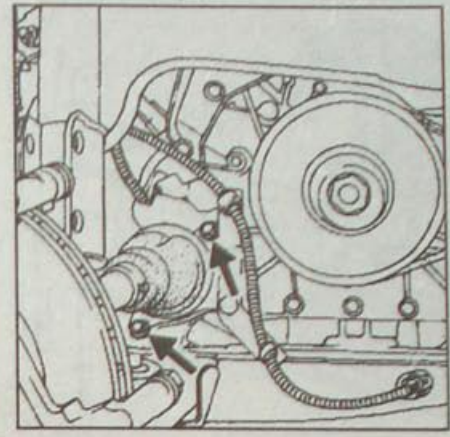

Рис. 8.4. Расположение болтов крепления промежуточной опоры приводного вала в опорном подшипнике коробки передач РК1
• Если проводной вал снимается в сборе, отверните два болта крепления стопорной пластины подшипника промежуточной опоры поддержки приводного вала (рис. 8.4).